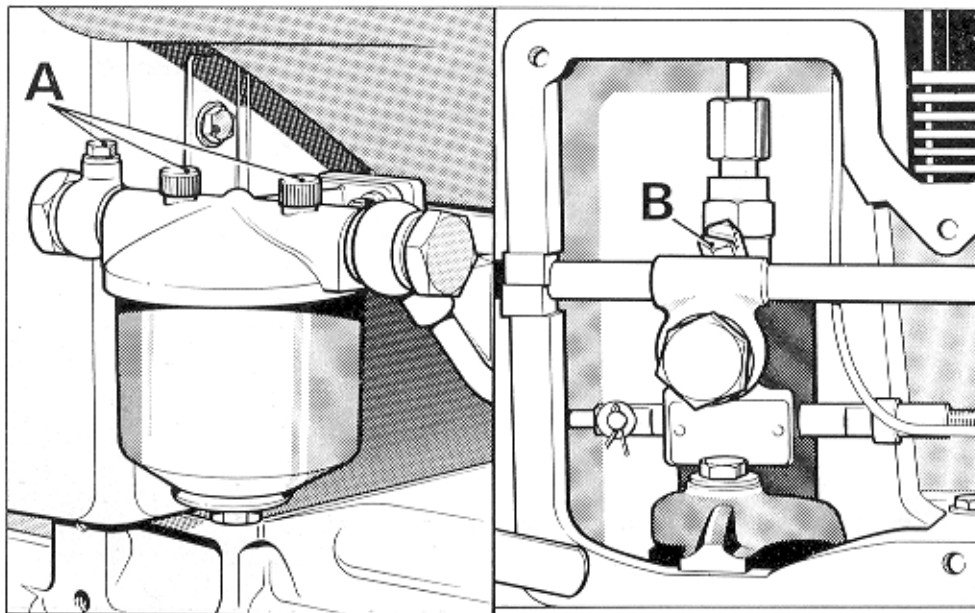

Fig. 20. Priming Fuel System
**PRIMING FUEL SYSTEM (Fig. 20)**